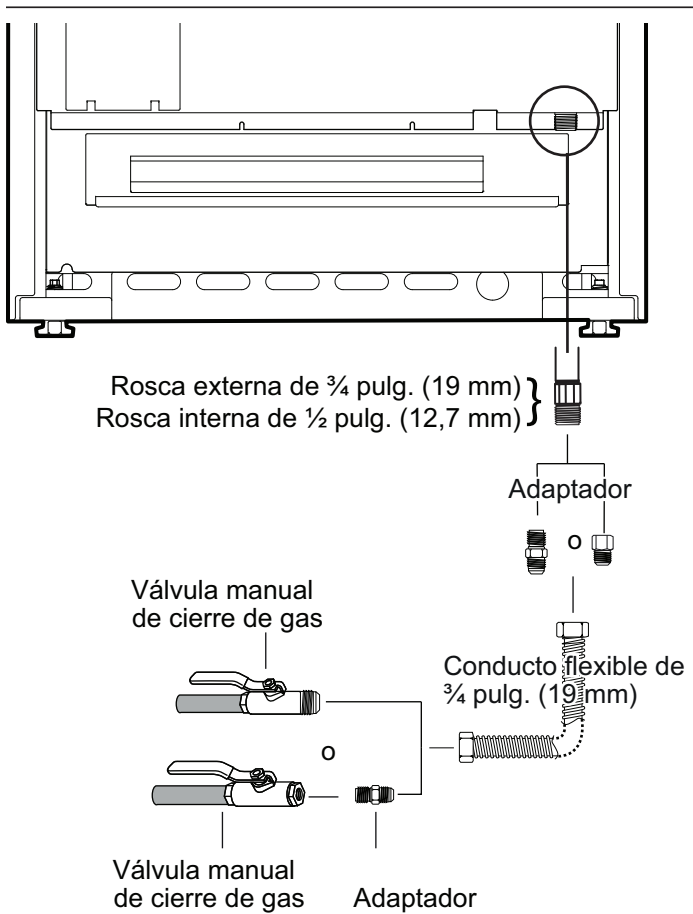

Figura 9: Conexión al suministro de gas
- Utilice una línea flexible de ¾" entre el suministro de gas y la línea de suministro del aparato. La línea de suministro de gas está ubicada en la parte inferior derecha de todas las estufas. (Figura 9). La línea de suministro de gas del aparato es de tipo NPT ½".